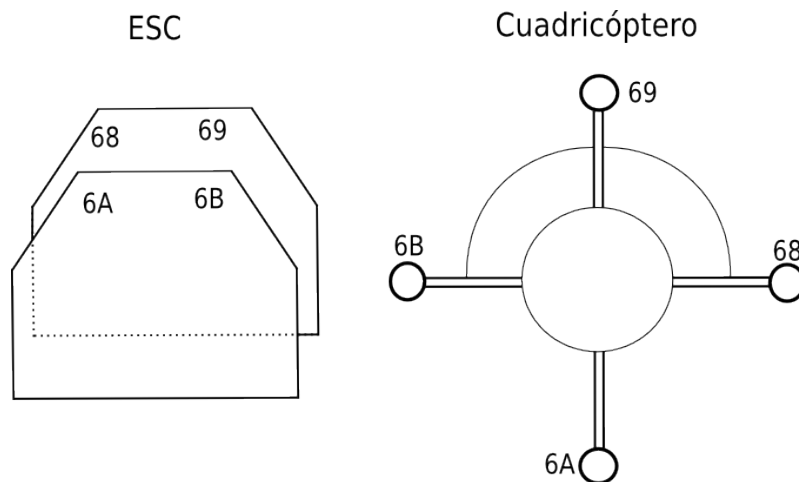

Figura 1.1: Correspondencia entre motores y ESC
- Conectar a los motores. En la figura 1.1 puede observarse la correspondencia entre ESC y motores.